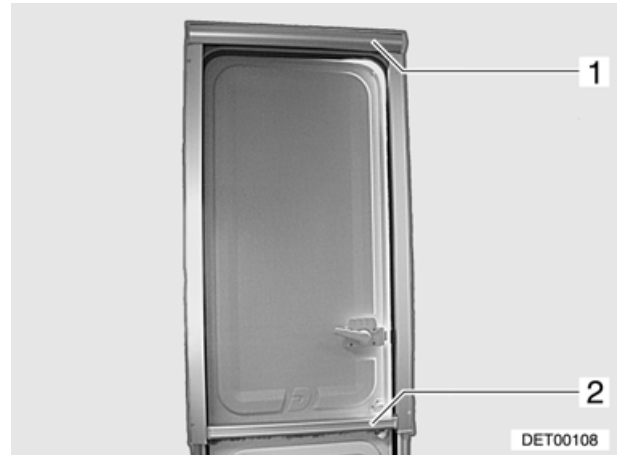

Bild 19 Insektenschutzrollo
Das Insektenschutzrollo der geteilten Eingangstür befindet sich im oberen Rollokasten (Bild 19,1).
- Insektenschutzrollo an der Leiste (Bild 19,2) nach unten ziehen, bis es einrastet.
- Leiste (Bild 19,2) etwas nach unten drücken, bis die Arretierung löst, und Insektenschutzrollo langsam in den Rollokasten zurückführen.